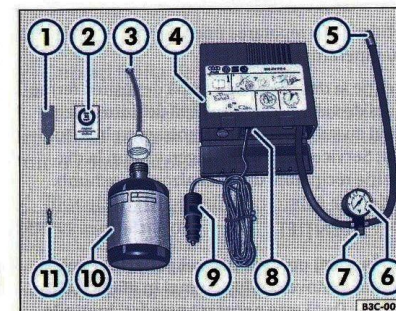

Fig. 27 Componentele setului.
– Înșurubați furtunul de umplere ⇒ fig. 27 3 pe recipientul cu substanța de vulcanizare. Folia de la gura recipientului se va găuri automat.
– Scoateți recipientul de pe ventil și introduceți din nou ventilul cu dispozitivul ①.